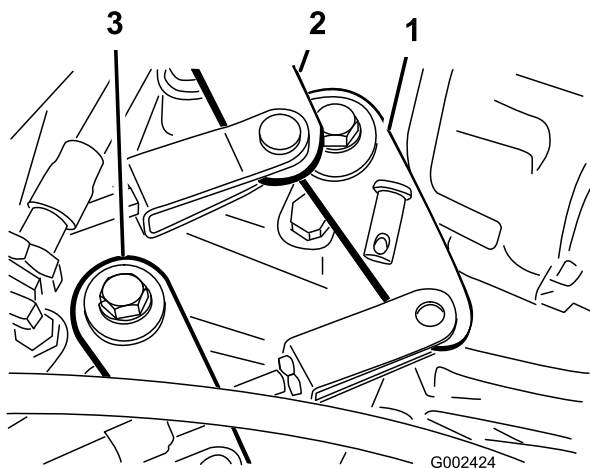

Figura 55
2. Retire los pasadores de horquilla que fijan los cables del cambio de marchas a los brazos de cambio del transeje (Figura 55).
1. Retire el pasador de horquilla que sujeta el cable de Alto–Bajo al transeje (Figura 55).